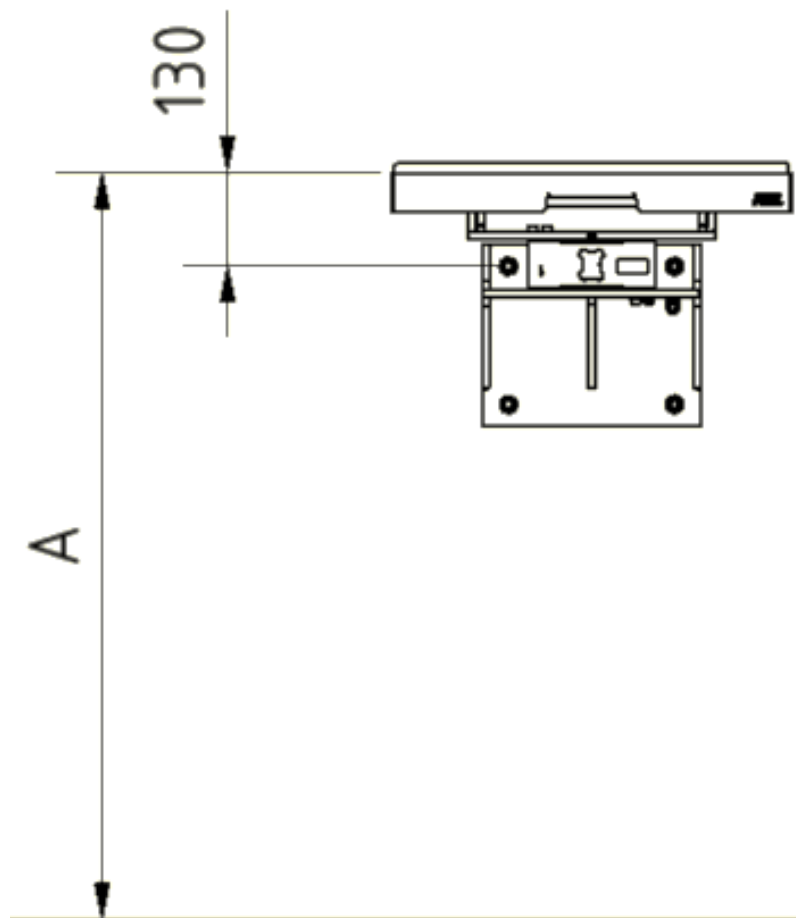

Abbildung 2: Positionierung für gewünschte Montagehöhe
3. Die Montagehöhe (A) ist der Abstand der Lastplatte zum Fertigfußboden (Abbildung 2). Sie kann bedarfsgerecht gewählt werden. Für viele Anwendungsbereiche empfiehlt sich eine Montagehöhe (A) von 900-1000mm.